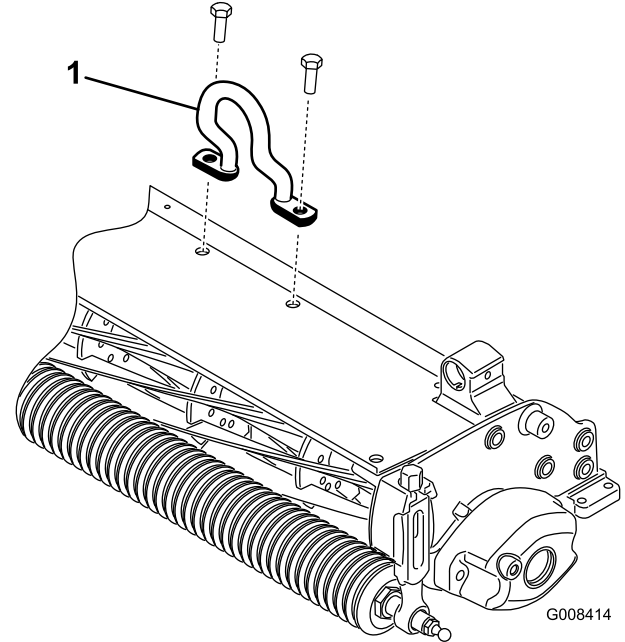

Figure 6
- Montez l'étrier excentré (Figure 6) sur le haut du défateur au moyen de 2 vis à tête.